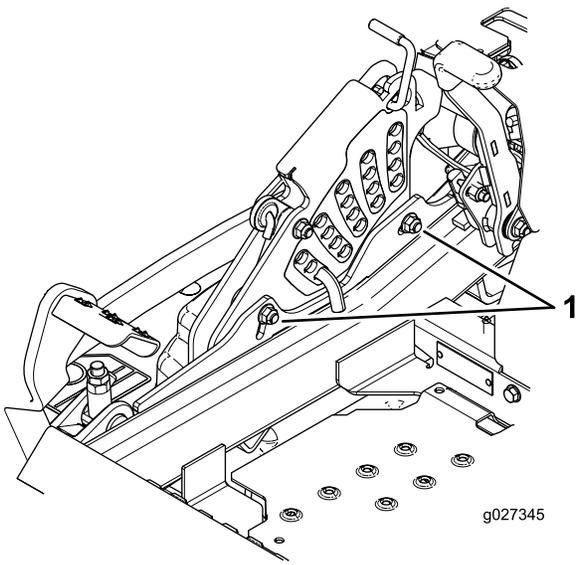

Figure 94
10. Pour régler le système monopoint, desserrez les 2 boulons au bas de la plaque de hauteur de coupe (Figure 94).
12. Serrez les 2 boulons au bas de la plaque de hauteur de coupe (Figure 94).